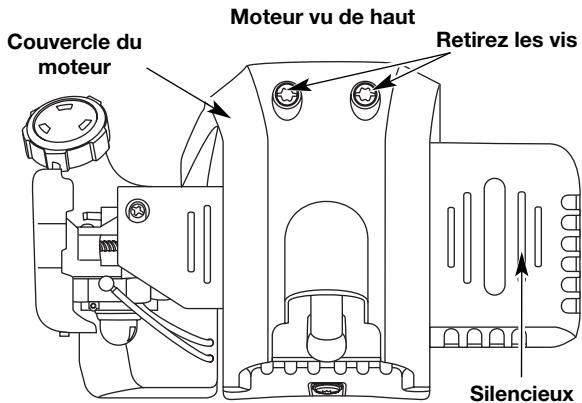

Fig. 34
2. Enlevez les deux vis (2) du haut du couvercle du moteur à l'aide d'un tournevis à lame plate ou T-25 Torx (Fig. 34).
6. Déposez le couvercle du moteur (Fig. 34).
- Replacez le couvercle du silencieux. Glissez avec un déclic les encoches sur les côtés du couvercle par-dessus les languettes du couvercle du moteur (Fig. 34).